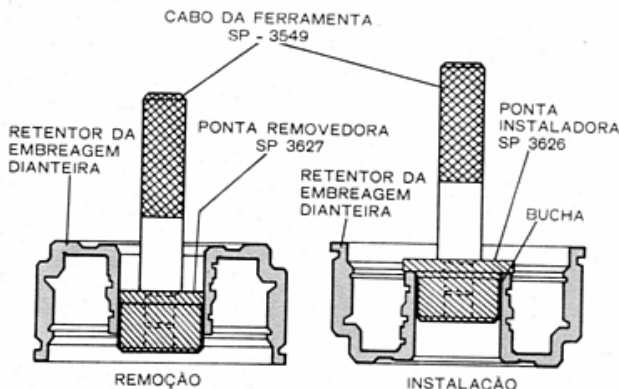

Fig. 51 — Substituição da bucha do retentor da embreagem dianteira
- Virar o retentor da carcaça (extremidade aberta para cima). Posicionar uma nova bucha na ponta instaladora Ferramenta SP-3626 e enfiá-las no orifício do retentor (Fig. 51).